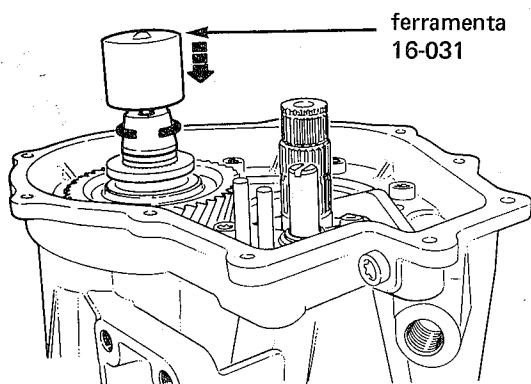

fig. 103
18.3. Aquecer a engrenagem motora da árvore primária a aproximadamente 80°C, instalando-a, rapidamente, na árvore primária. Fixar a engrenagem com um novo anel-trava, com o auxílio da ferramenta 16-031 (fig. 103)